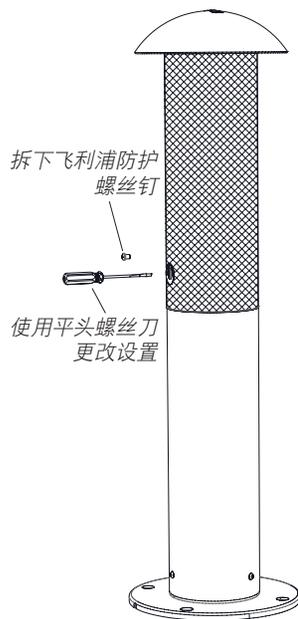

图 26
- L42XC 扬声器随附的变压器设置为 60W，且须重新设置为旁路。使用飞利浦螺丝刀卸下飞利浦保护螺钉，如图 26 所示。